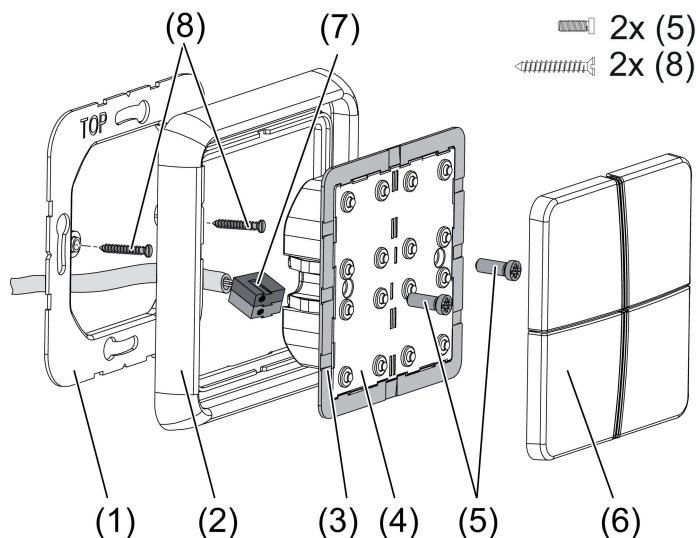

Figure 1: Montage du module touche sensorielle
- Emboîter le cadre de l'adaptateur (3) par l'avant dans la bonne position sur le module touche sensorielle (4) (figure 1). Respecter le marquage **TOP** = haut.
- Monter l'anneau support (1) ou (14) dans la bonne position sur un boîtier d'appareillage. Marquage **TOP** = vers le haut. Marquage **A** ou **B** vers l'avant. Utiliser exclusivement les vis pour boîtiers (8) fournies.
- Placer le cadre (2) sur l'anneau support.
- Monter l'extension pour module de touche (15) de préférence sous le module de base. Faire passer le câble de raccordement (16) entre la bague support et l'entretoise.
- Module d'extension pour touche sensorielle : raccorder le câble de raccordement (16) dans la bonne position sur l'emplacement (17) du module touche sensorielle. Ne pas écraser le câble de raccordement (figure 1).
- Raccorder le module touche sensorielle (4) à la borne de raccordement KNX (7) du système KNX et le placer sur l'anneau support.
- Fixer le(s) module(s) touche sensorielle avec les vis pour plastique (5) ci-jointes. Serrer légèrement les vis en matière plastique.
- Avant le montage des touches (6), charger l'adresse physique dans l'appareillage (voir chapitre 4.2. Mise en service).